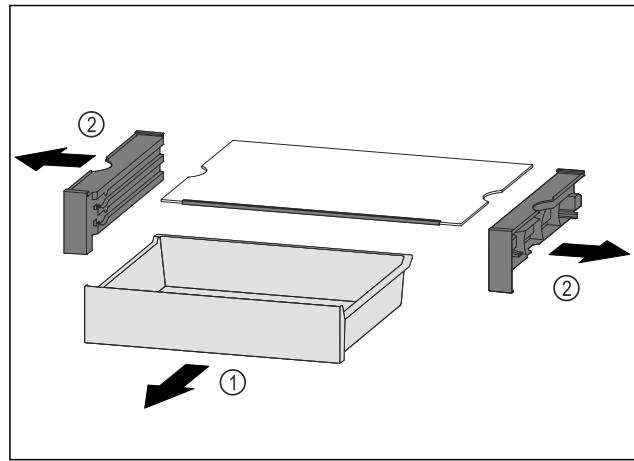

Fig. 116
▶ 向前拉动 VarioSafe Fig. 116 (1)，直至 VarioSafe 的侧部凹槽与冷藏区中的容器肋梁持平。Fig. 116 (2)